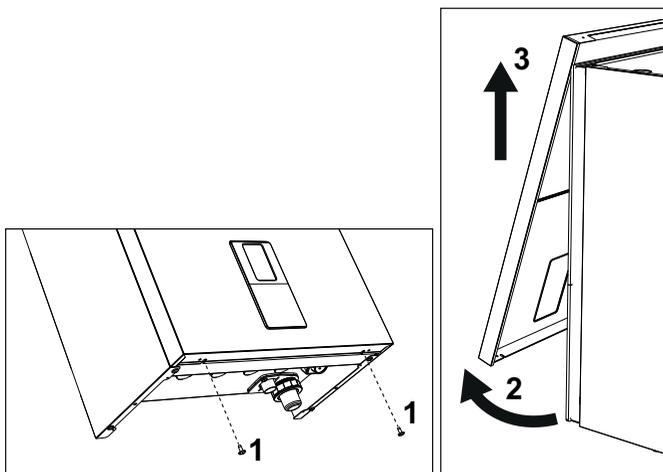

fig. 56- Deschiderea panoului frontal
1. Deșurubați șuruburile „1” (consultați fig. 56).